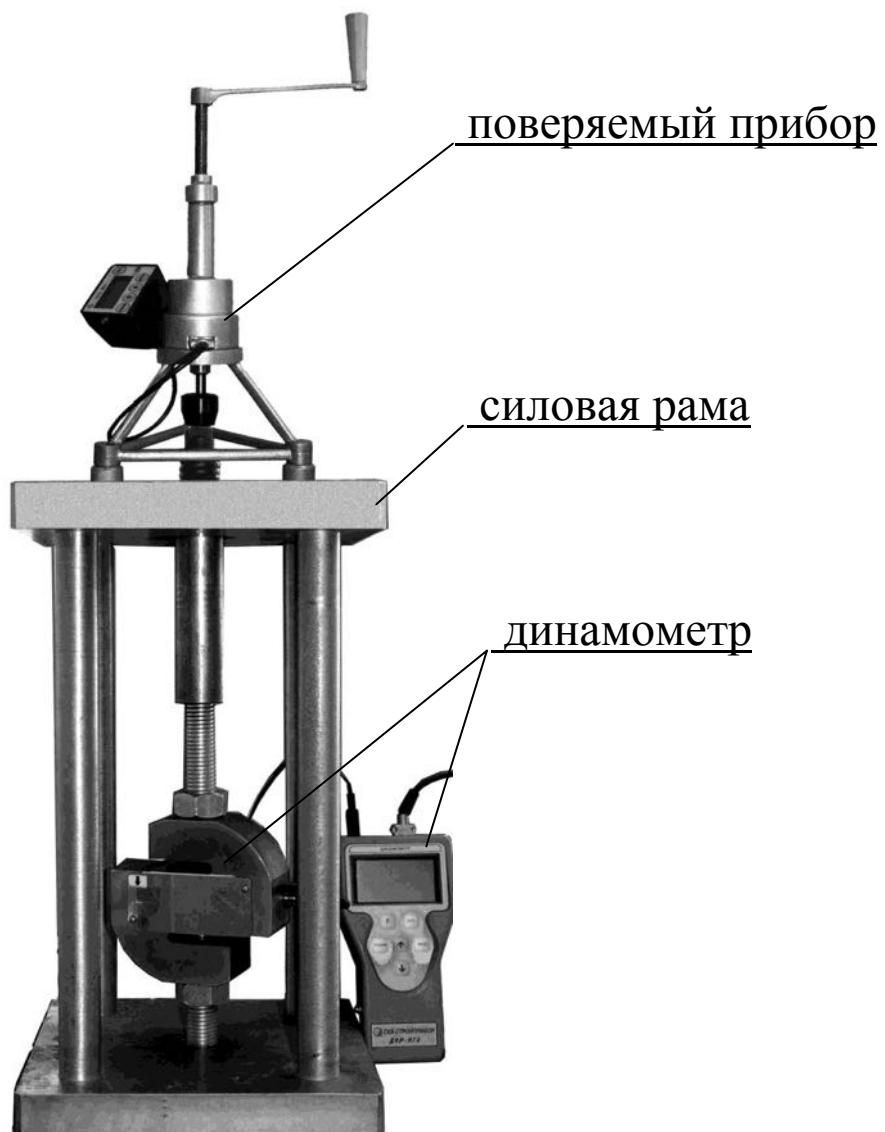

Рисунок 10 – Установка прибора при поверке
4.5.4.1 Динамометр устанавливают между нижней и верхней плитой силовой рамы, проверяемый прибор устанавливают опорами на верхнюю плиту силовой рамы. Схема установки прибора при поверке приведена на рис. 10.